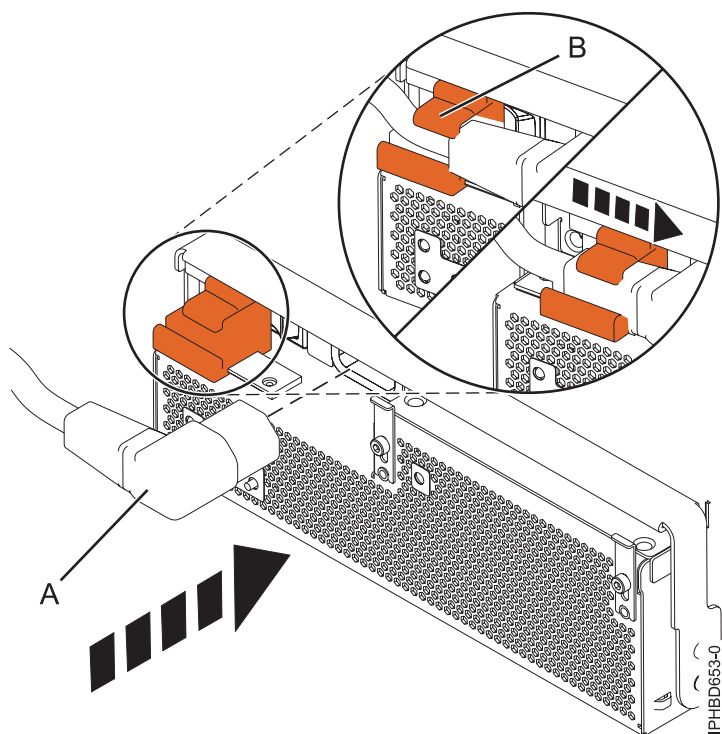

Figure 19. Raccordement du câble d'alimentation à l'avant de l'unité d'extension
8. Branchez le câble d'alimentation (A) à l'avant de l'alimentation électrique puis faites glisser le support de câble (B) en position fermée pour fixer le câble, comme indiqué à la figure 19.